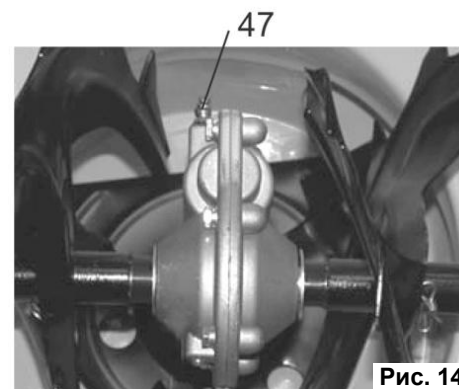

Рис. 14
- Выкрутите штуцер (47) (См. Рис. 14), используя шприцеватель (в комплект не входит) закачайте около 100 г густой смазки в редуктор.